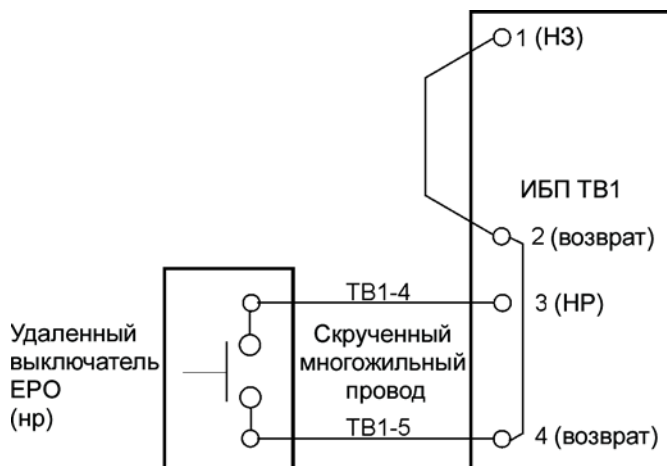

Рис. 4-29. Проводка нормально-разомкнутого удаленного выключателя ЕРО
9. Проложите и подключите проводку как показано на Табл. 4-2 и Рис. 4-29.